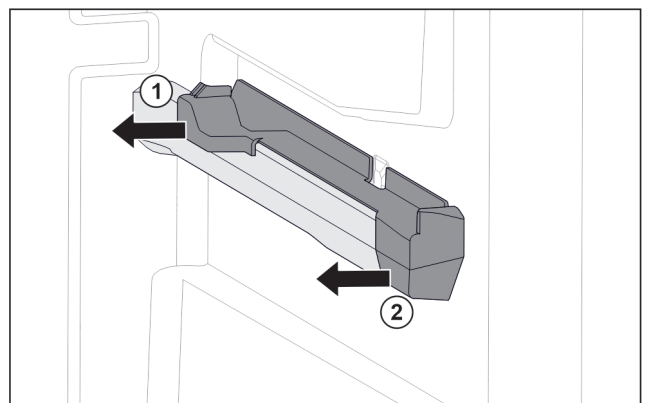

Fig. 24 Elemento inseribile sulla nervatura destra del contenitore
- ▶ Estrarre l'elemento inseribile dal lato posteriore di lato. Fig. 24 (1)
- ▶ Estrarre l'elemento inseribile dal lato anteriore di lato. Fig. 24 (2)